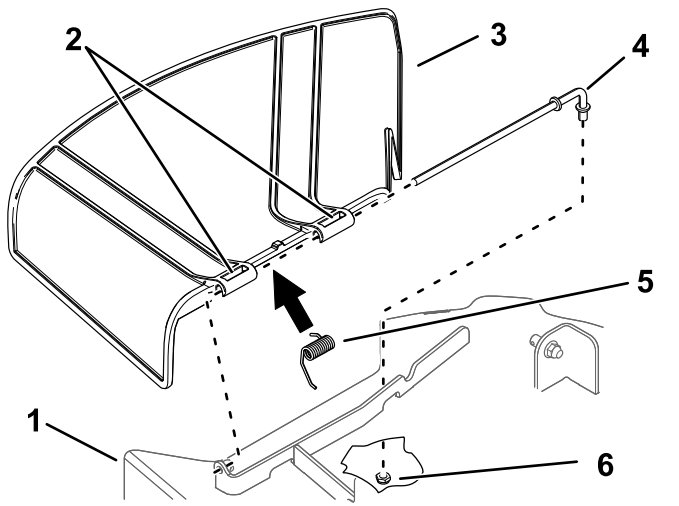

図 78
1. デッキの下側にあるロッド固定ナット $\frac{3}{8}$ "を取り外す 図 78。
2. デッキブラケットからロッドを抜き取ると、スプリングとデフレクタが外れてくる 図 78。
4. 新しいグラスデフレクタを取り付ける 図 78。
7. 2つ目のピボットに、ロッドを通す 図 78。
9. ロッド後部をデッキに差し込み、ナット $\frac{3}{8}$ "で 図 78 のように固定する。